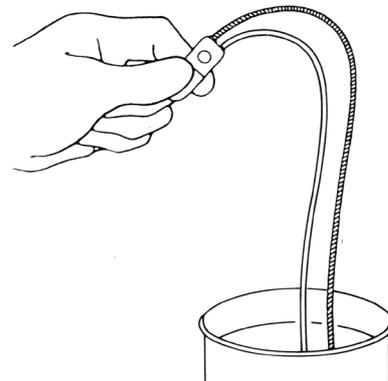

Abbildung 4-2a. Enden beider Schläuche in die Fülllösung legen
1. Die Schlauchenden in ein Becken mit der entsprechenden Fülllösung legen (**Abbildung 4-2a**).